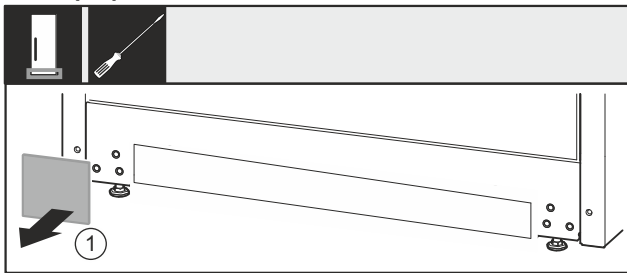

Fig. 35
- ▶ Снимите крышку Fig. 35 (1).